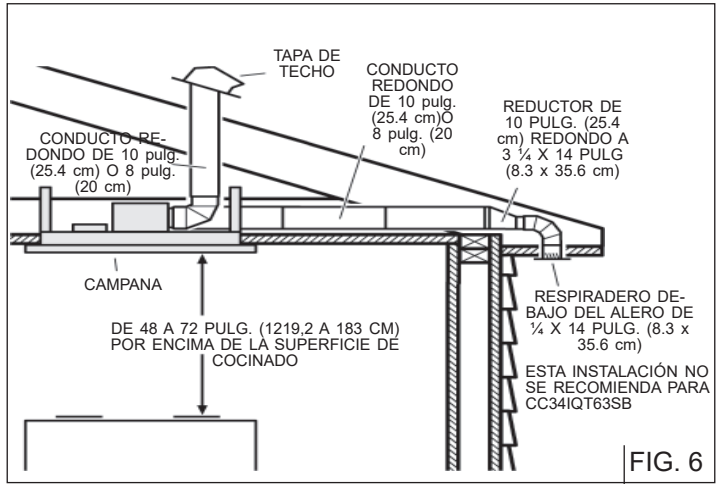

FIG. 6
1. Decida dónde instalará el conducto entre la campana y el exterior. Fig. 6.
La campana siempre debe centrarse arriba de la estufa. Asegúrese de tener el espacio adecuado en la estructura del techo para instalar la campana y los conductos. La campana debe montarse de 48 a 72 pulg. (120 a 180 cm) por arriba de la estufa para extraer mejor las impurezas al cocinar. Fig.6.